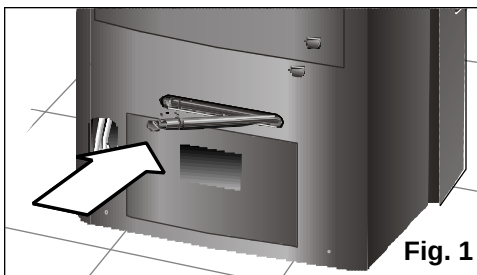

Fig. 1
- ☐ Certifique-se de que o tampão de evacuação está bem introduzido, porque se pode ter desprendido durante o transporte, **Fig. 1.**